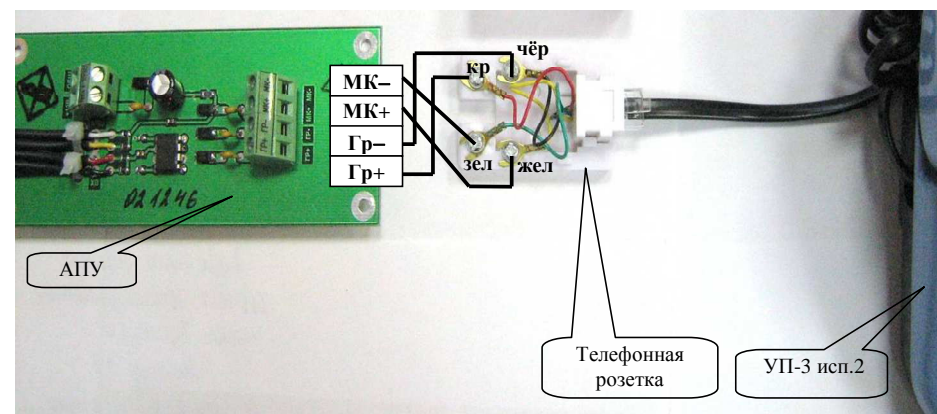

Рисунок 2. Монтаж УП-3 исп.2
- Снимите крышку с корпуса телефонной розетки и присоедините кабель (типа «витая пара» КВП-5е-2х2х0,52) как указано на рис.2.